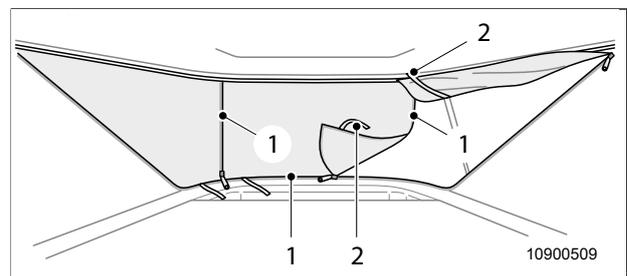

Abb. 40 Cabrio-Funktion
1. Reißverschlüsse (Abb. 40, Pos. 1) öffnen.
2. Stoffbalg zusammenraffen und mit den Klettbandern (Abb. 40, Pos. 2) befestigen.